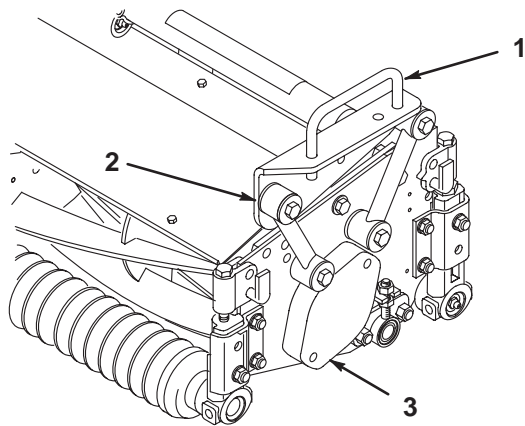
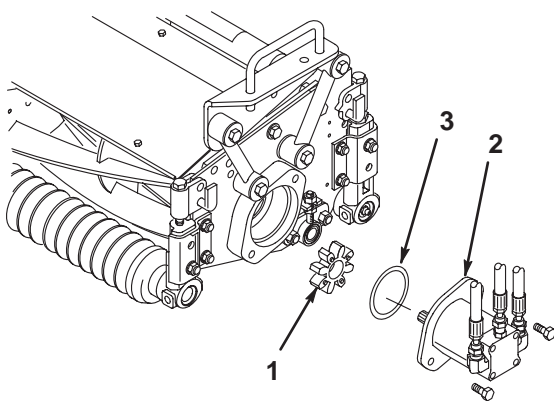

図 5
図 9
2. キャリア・フレームを、各カuttingユニットの取り付け穴に合わせる (図5)。
3. キャップスクリュ2個 (3/8 × 2-1/4)、平ワッシャ (2枚) とロックナットを使用して、取り付けリンクとキャリア・フレームを連結する (図5)。ワッシャはリンク両側に1枚ずつ使用する。ナットを41 N.m (4.2 kg.m) にトルク締めする。
2. 右側カuttingユニットの内側からベアリング・ハウジングのカバー (図5) を取り、そのカバーとガスケット (カuttingユニット付属部品) を外側に取り付ける。ベアリング・ハウジングからスパイダ・カップリング (図9) を取り出す。
3. 駆動モータのフランジにOリング (カuttingユニットの付属部品) を取り付ける (図9)。